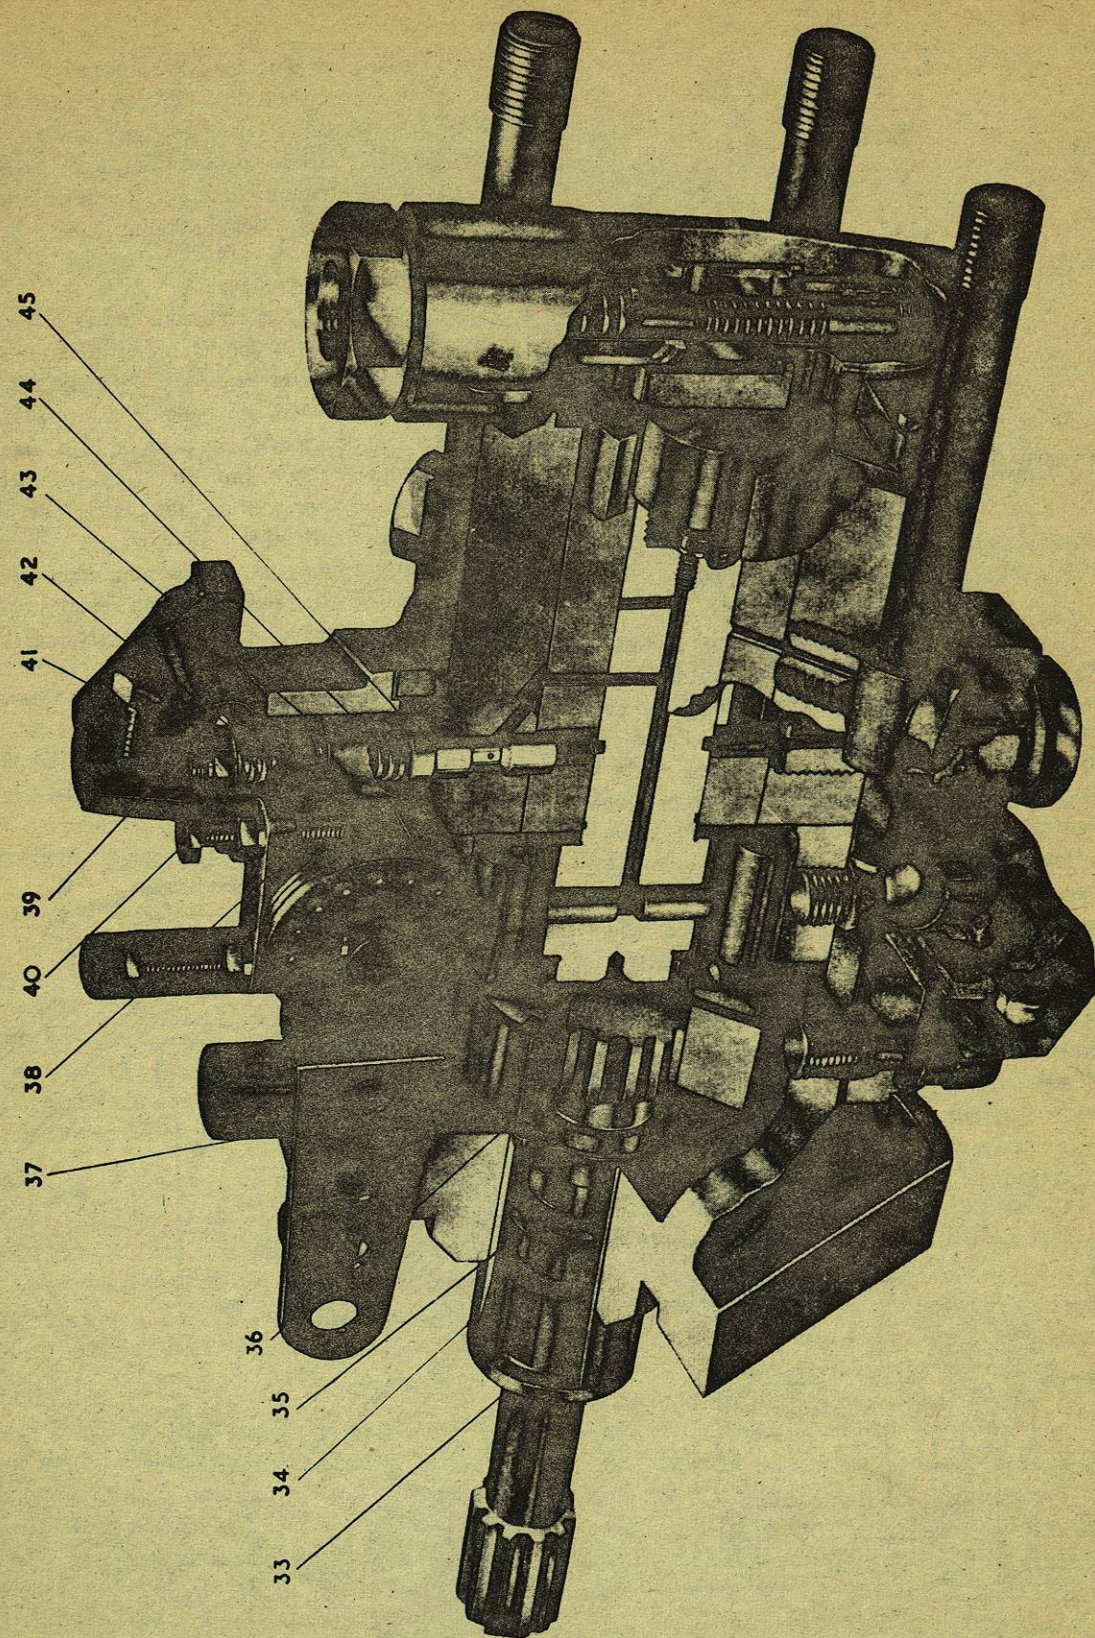

Fig. 16 Bomba con regulador reversible y dispositivo de avance
El eje estriado (33, Fig. 16), está alojado en un tubo centrador (34) oprimido dentro del cuerpo de la bomba. El extremo interior del eje engrana la placa de transmisión en el rotor de bombeo y distribución. En el extremo exterior, el eje está colocado por una brida que lo apoya sobre el tubo centrador y lo retiene un aro de retención (36). Dos retenes (35) están colocados en las estrías anulares del eje.
El funcionamiento del regulador se realiza por la presión de trasiego del combustible alimentado desde la ranura anular (Fig. 16) alrededor del rotor de la bomba. El combustible pasa a través de los orificios transversales en la válvula dosificadora hueca a un espacio anular alrededor de la cintura de la válvula. El movimiento rectilíneo de la válvula varía la superficie del orificio de dosificación, que conecta a través de un taladro diagonal con el cabezal hidráulico. El área de eficacia o de dosificación es la porción del orificio descubierta por el borde más bajo de la ranura de la válvula dosificadora.
Cuando se acciona la palanca del acelerador (37, Fig. 16) para incrementar la velocidad del motor, la válvula dosificadora es impulsada hacia abajo, a la posición de abierta, por el muelle del regulador (44). La presión de trasiego aumenta con la velocidad del motor, y la válvula retrocede contra la presión del muelle del regulador, hasta alcanzar un estado de equilibrio.